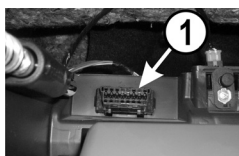
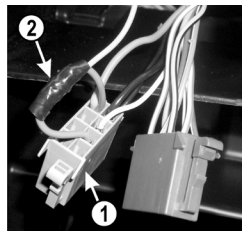
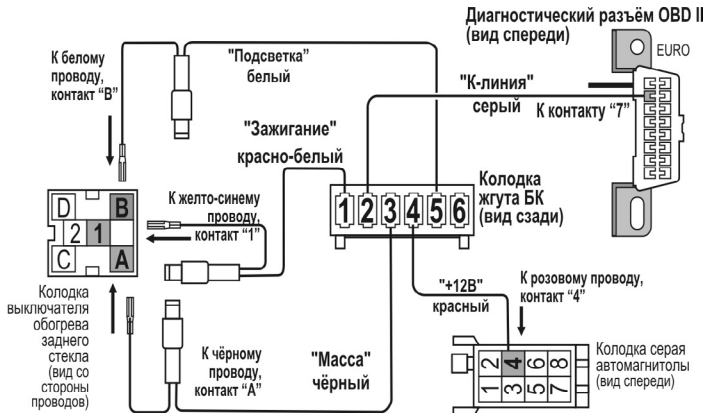

Рис.4 Диагностическая колодка
Рис.2 Колодка автомагнитолы
Рис.3 Схема подключения БК «ШТАТ Р Х1-Р»
4.4 Отсоедините колодку выключателя обогрева заднего стекла и произведите подключения согласно схеме подключения, **рис.3**:
4.5 Соедините красный провод (+12В) из жгута БК с розовым проводом, подходящим к 4-му контакту серой колодки автомагнитолы (поз.1, рис.2).
4.6 Протяните серый провод К-линии из жгута до диагностической колодки (поз.1, рис.4), (находится внутри вещевого ящика слева (поз.3, рис.2)) и подключите его к диагностической колодке согласно схеме подключения (см. рис.3).
4.9 Подключите 6-контактную колодку жгута БК к бортовому компьютеру и установите его (см. Рис.4).